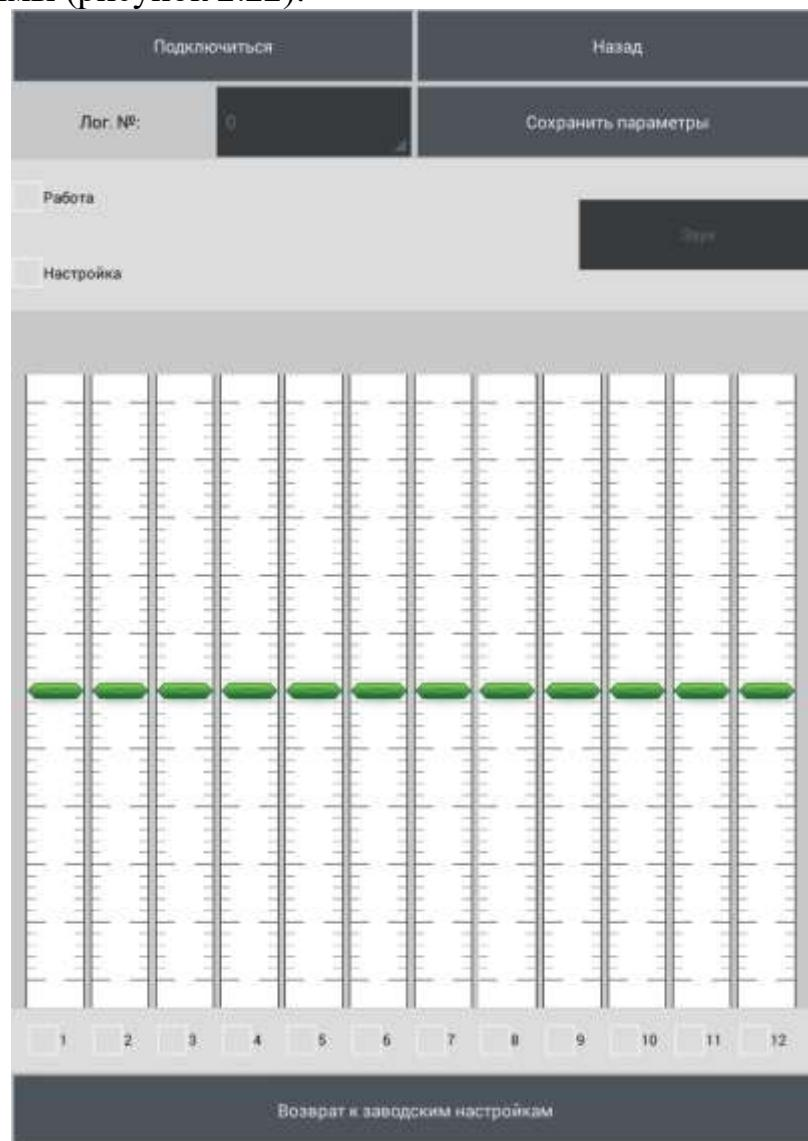

Рисунок 2.22
2.3.7.4.5 Выбрать тип подключения «USB» (рисунок 2.20). Откроется окно программы (рисунок 2.22).